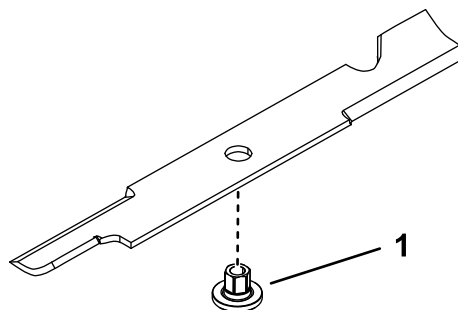

Figure 85
1. Insérez la douille dans la lame en plaçant l'embase sur le côté inférieur (côté herbe) de la lame (Figure 85).